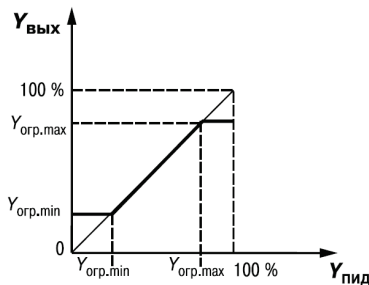

Рисунок 3.9
- максимальный $Y_{огр.маx}$ и минимальный $Y_{огр.мин}$ (рисунок 3.9);